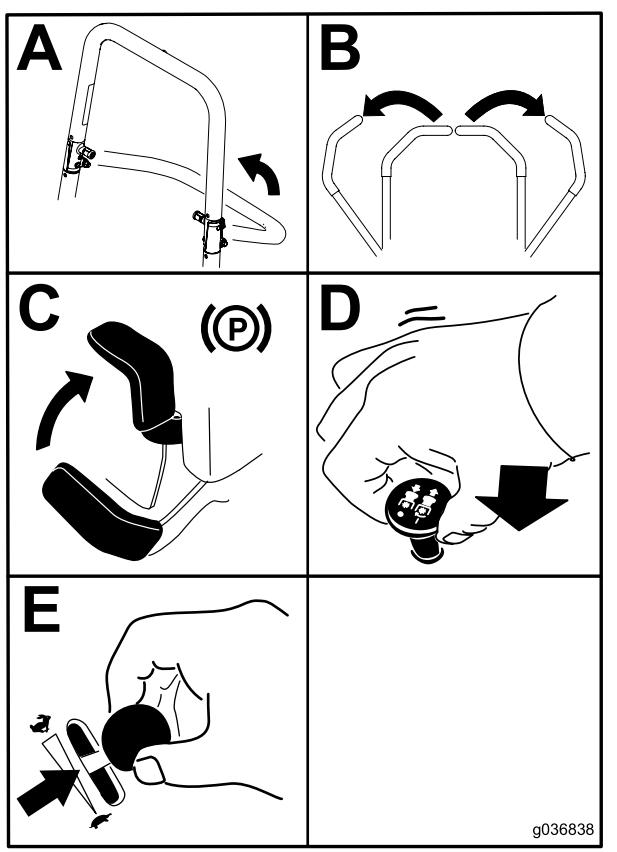

Figura 23
4. Mueva el mando de control de las cuchillas (TDF) a la posición de DESENGRANADO (Figura 23).